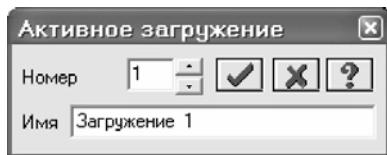

Рис.1.10. Диалоговое окно
(рис.1.10), которое вызывается из меню **Нагрузки ⇒ Выбор загружения** (кнопка  на панели инструментов). По умолчанию, в начале работы программы, принято имя **Загружение 1**.
- Смените номер текущего загружения, вызвав диалоговое окно **Активное загружение** (рис.1.10) с помощью меню **Нагрузки** ⇒ **Выбор загружения** (кнопка  на панели инструментов).